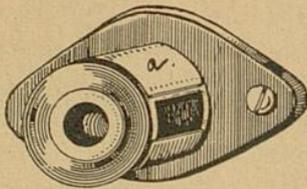

Fig. 10.
1. Wenn dem Kohlendgas Wassergas beigemischt ist, so verträgt solches Gas für Kochzwecke nur eine geringe Luftzufuhr. Es werden deshalb die Junfer & Ruh-Brenner mit einer Luftreduzierhülse a über dem Düsend Gehäuse geliefert. Vermittels dieser kann der Luftzutritt zur Gasdüse nach Belieben vermindert werden, indem man durch einfaches Drehen derselben die Luftöffnungen des Düsenkopfes entsprechend verkleinert (s. Fig. 10). Die Hülse wird so eingestellt, daß die Flamme mit einem grünen Kern brennt, ohne daß sie Neigung zeigt, zurückzuschlagen. Ganz abgestellt darf der Luftzutritt nicht werden, sonst brennt die Flamme blauviolett und riecht. In diesem Falle dreht man die Hülse wieder etwas zurück.